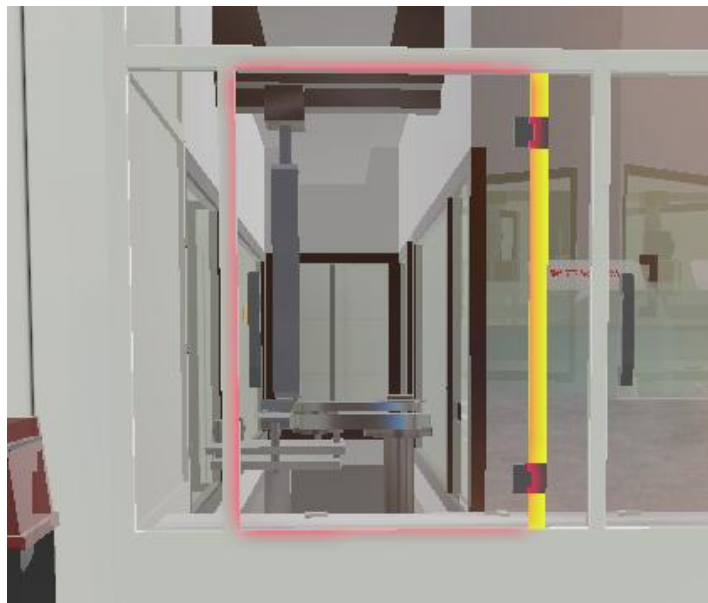

图 10-5 打开仪器门
1) 打开仪器门：鼠标左键点击“仪器门”，仪器门打开如图 10-5 所示。